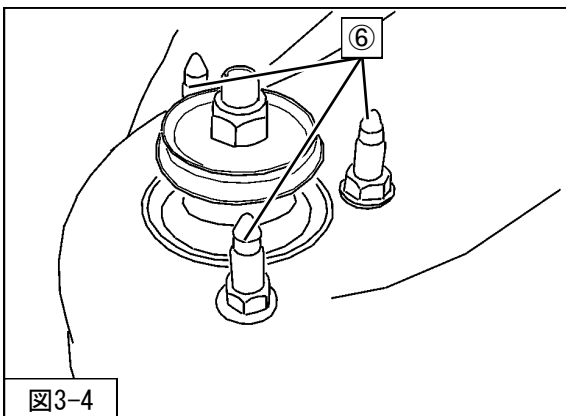

図3-4
5. ⑥リアサスペンションASSYアッパー取付ナットを取外してください。(図3-4)